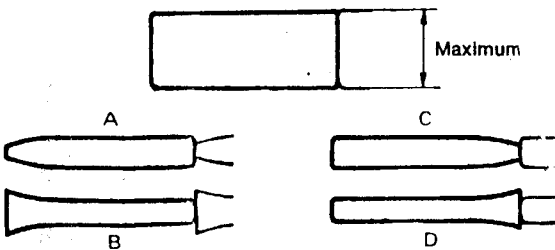
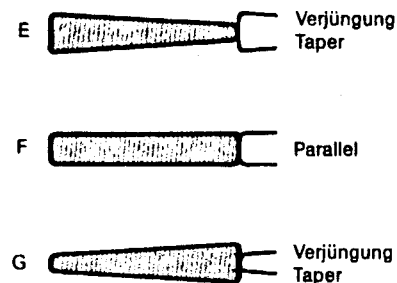

Fig. 4.28 FM-minimum-Signal (falsche Signalformen)
Fig. 4.29 FM-minimum-Signal (richtige Signalformen)
2. Bei Signalformen A und B in Fig. 4.28, die Abwickel-Führungsrolle so einstellen, daß Signalformen wie in Fig. 4.29 erreicht werden.
3. Bei Signalformen C und D in Fig. 4.28 die Aufwickel-Führungsrolle so einstellen, daß Signalformen wie in Fig. 4.29 erreicht werden.
2. With signal waveform as shown in A and B of Fig. 4.28, adjust the supply guide roller so that the signal waveform is as shown in Fig. 4.29.
3. With signal waveform as shown in C and D of Fig. 4.28, adjust the take-up guide roller so that the signal waveform is as shown in Fig. 4.29.